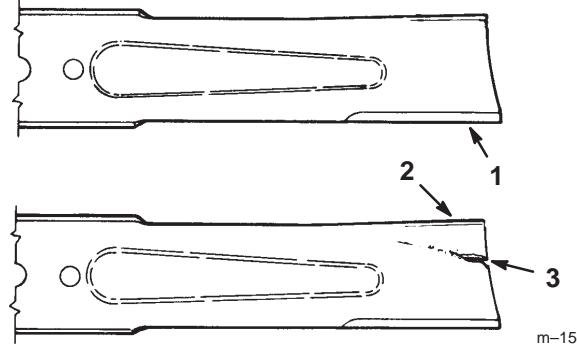

Figure 32
1. **Inspectez les tranchants des lames (Fig. 32).** Si les lames ne sont pas tranchantes ou si elles présentent des indentations, déposez-les et aiguisez-les (voir Aiguisage des lames, page 33).
2. **Inspectez les lames, surtout la partie incurvée (Fig. 32).** Remplacez immédiatement toute lame endommagée, usée ou qui présente une entaille (repère 3 de la Fig. 32).